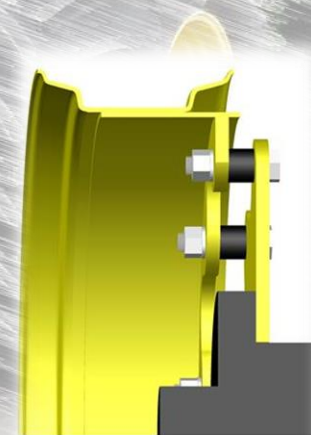

Рис.4
- Для работы в междурядье 700 мм собираем колесо согласно схеме см. рис.4.